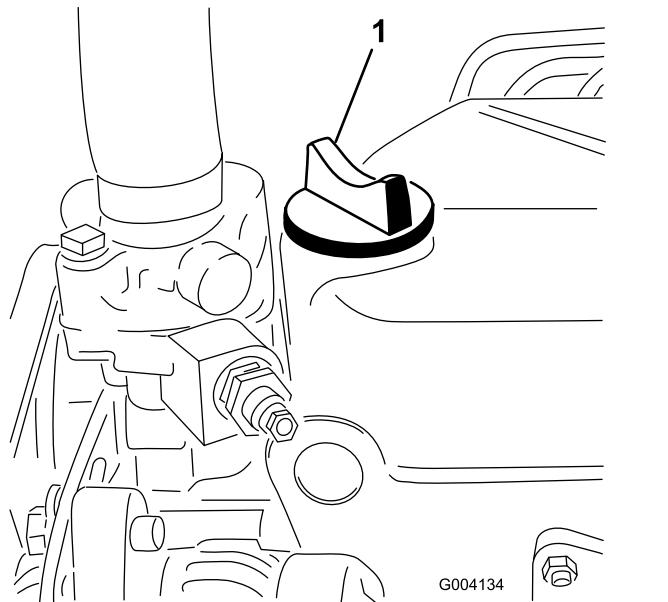

Figura 45
- Se o nível de óleo se encontrar abaixo da marca Cheio da vareta, retire a tampa de enchimento (Figura 45) e adicione óleo até que o nível atinja a marca Cheio.